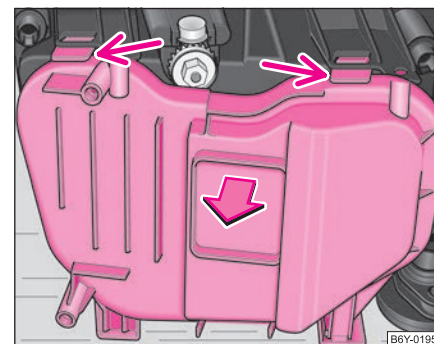
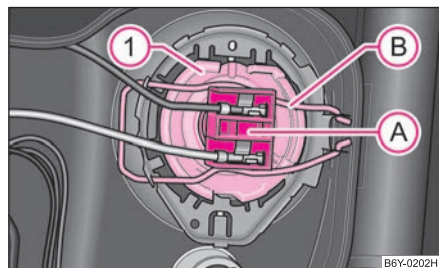

Fig. 170 Cache de protection pour les phares avant
Fig. 174 Dépose de l'ampoule pour feu de croisement
- Poussez le ressort de sécurité vers le bas et enlevez le cache de protection ⇒ page 195, fig. 170.
- Déposez le cache de protection au dos du phare ⇒ page 195, fig. 170.
- Déposez le cache de protection au dos du phare ⇒ page 195, fig. 170. ▶
- Débranchez la fiche (A).
- Débloquer l'étrier en fil de fer (B) en appuyant en direction de l'ampoule et vers le bas puis le rabattre.
- Sortez l'ampoule (1) et mettez l'ampoule neuve de sorte que les ergots de fixation du réflecteur soient dans les découpures de la coupelle de l'ampoule.
- Remettez la fiche (A) ⇒ fig. 174.